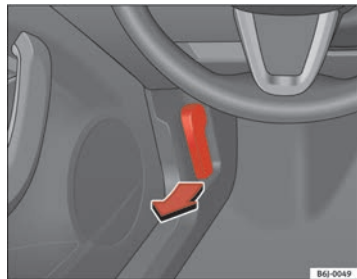

Fig. 115 Palanca apertura capó motor
- Tire de la palanca que se encuentra bajo el tablero de instrumentos ⇒ **fig. 115** en el sentido que indica la flecha. El capó queda desbloqueado por la acción resorte del muelle ⇒